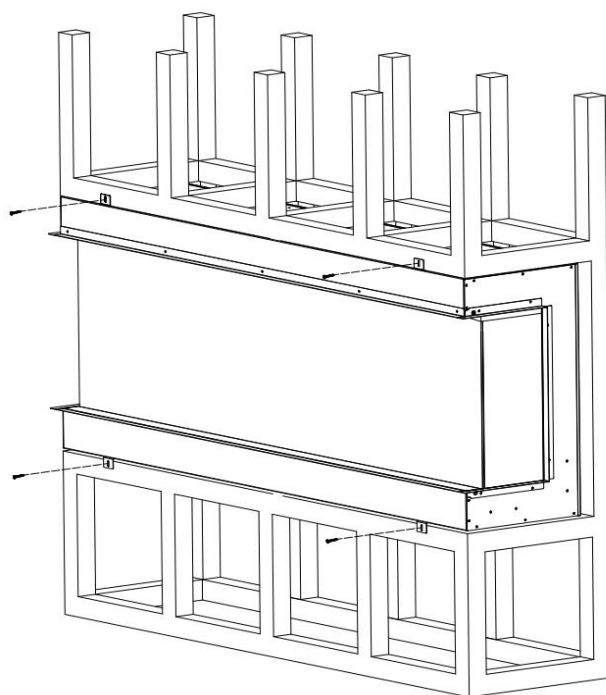

Fig.3-3
6. Insérez le foyer dans l'ouverture du mur. Enfoncez les vis de montage dans les supports et les montants du mur. Branchez et vérifiez que le foyer fonctionne correctement. Fig.3-3